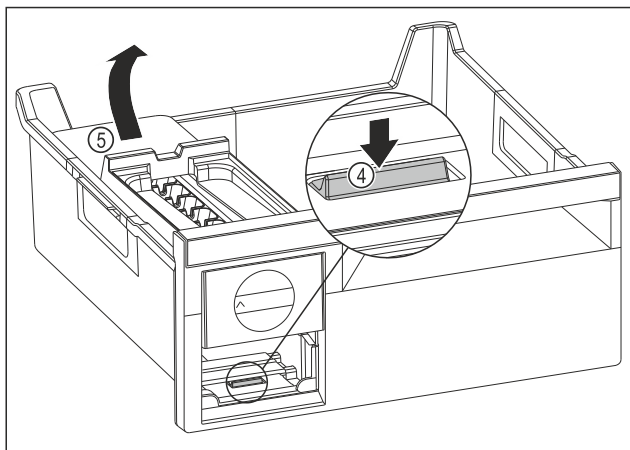

Fig. 120
- Vyjmutí korpusu EasyTwist-Ice: Lamelu Fig. 120 (4) zatlačte prstem směrem dolů a zároveň nadzvedněte druhou rukou korpus EasyTwist-Ice Fig. 120 (5) zezadu.